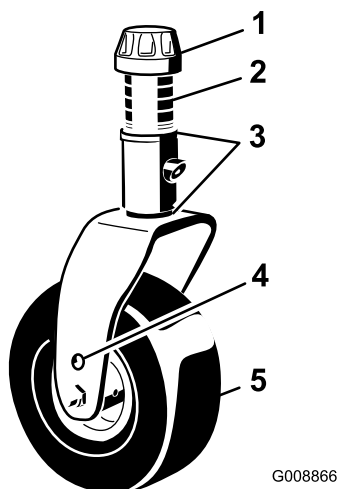

Figure 14
11. Ajoutez ou retirez des cales de 3 mm sur la ou les fourches des roues pivotantes pour que la hauteur de coupe corresponde à celle indiquée sur l'autocollant (Figure 14) ; voir Réglage de l'inclinaison de l'unité de coupe \(page 13\).